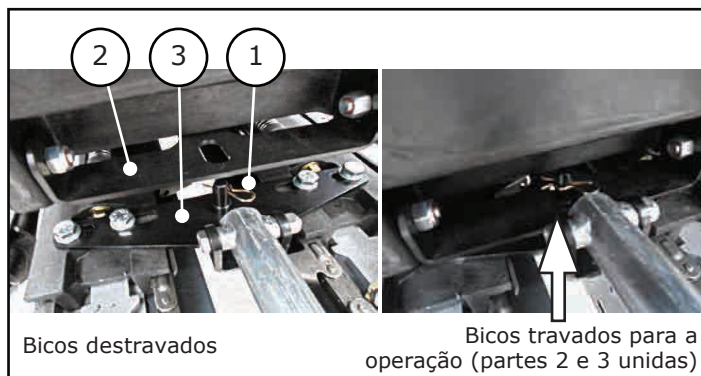

Figura 31
Reinstale a cupilha (1), figura 31.